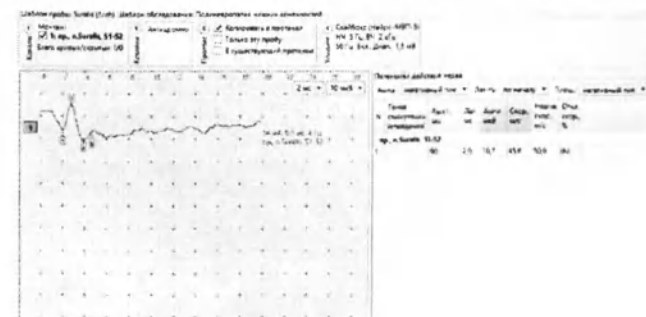

Рис. 125. Зарегистрированный ответ
11. Сохраните зарегистрированный ответ, нажав кнопку «ОК» (рис. 125).